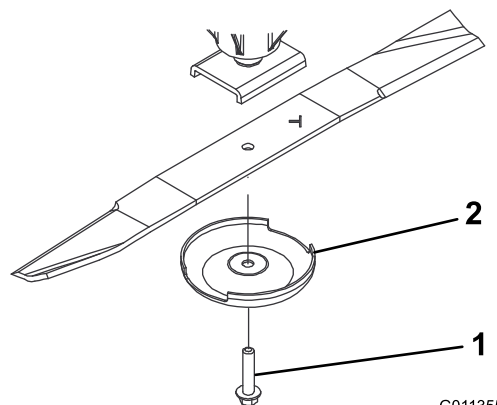

Рисунок 101
3. Снимите болт ножа, защитный колпак и нож с вала шпинделя (Рисунок 101).